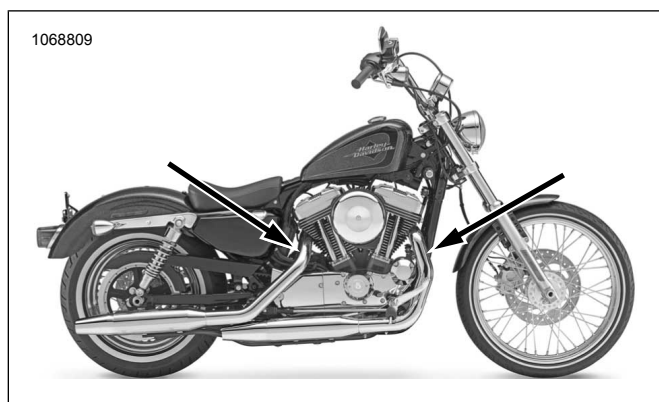
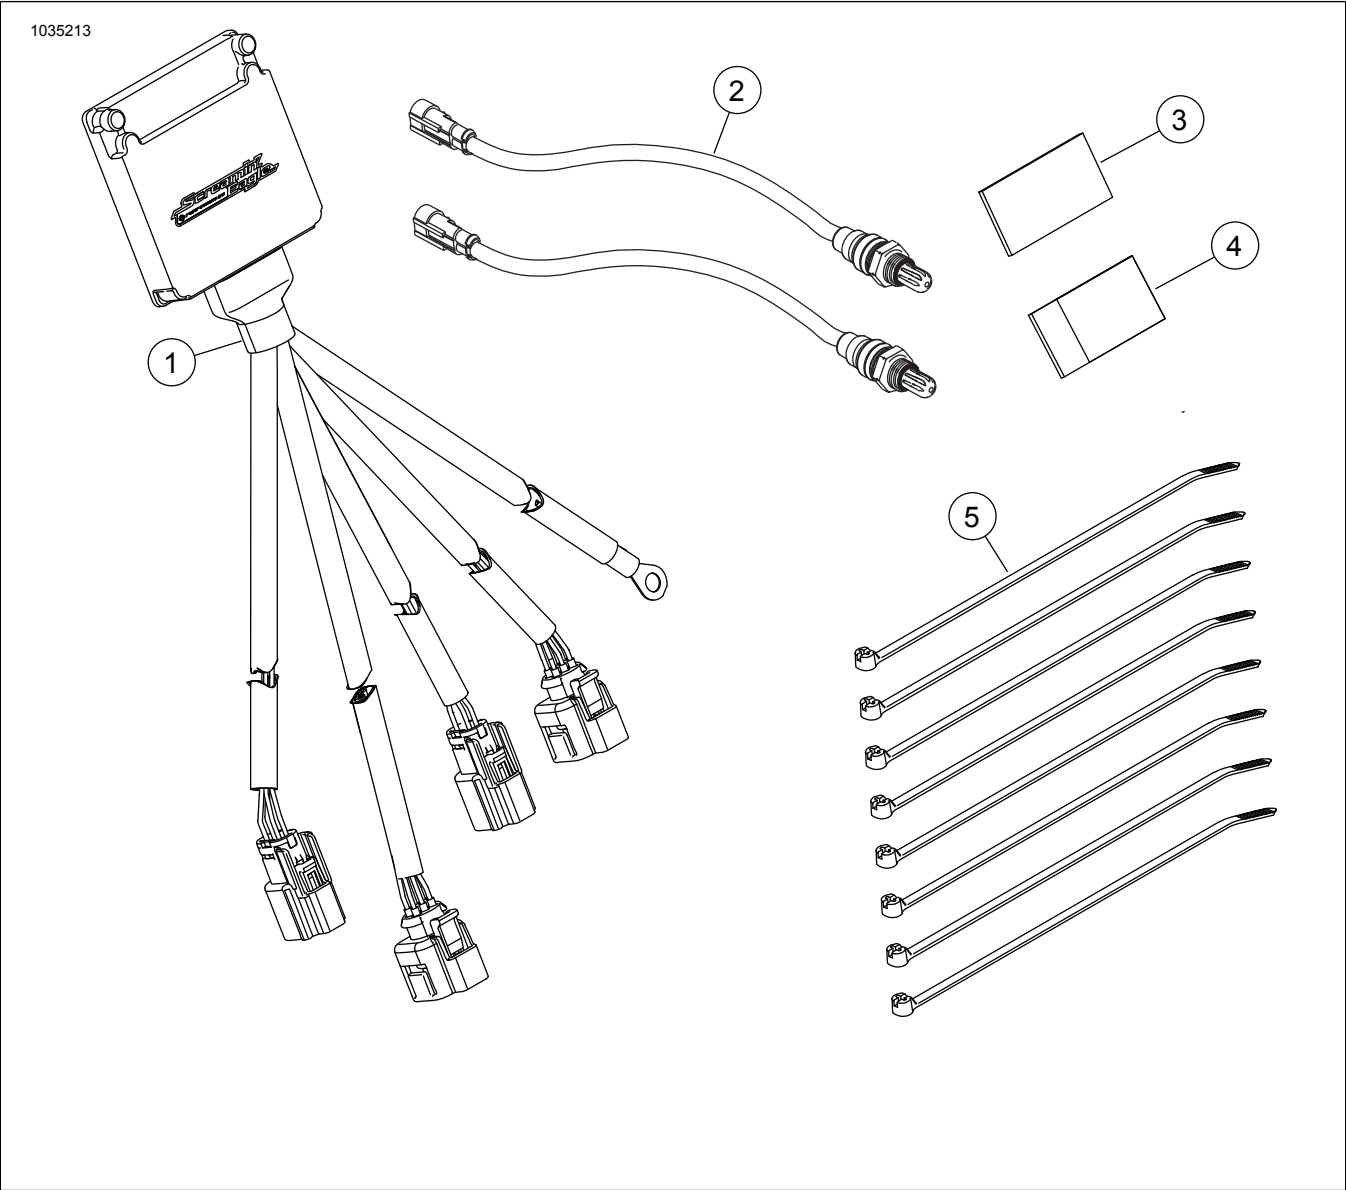

Figure 48. Mga Lokasyon ng Oxygen Sensor (Inboard na Bahagi ng mga Exhaust Pipe)
Figure 52. Mga Nilalaman ng Kit: Smart Tune Pro Automatic Tuning Module (ATM) Kit
Tingnan ang Figure 48 , Figure 52 , at Talahanayan 5 . Ikabit ang mga wide band oxygen sensor (2). Gamit ang Oxygen Sensor Socket (Piyesa Blg. HD-48262-A) higgitan sa: